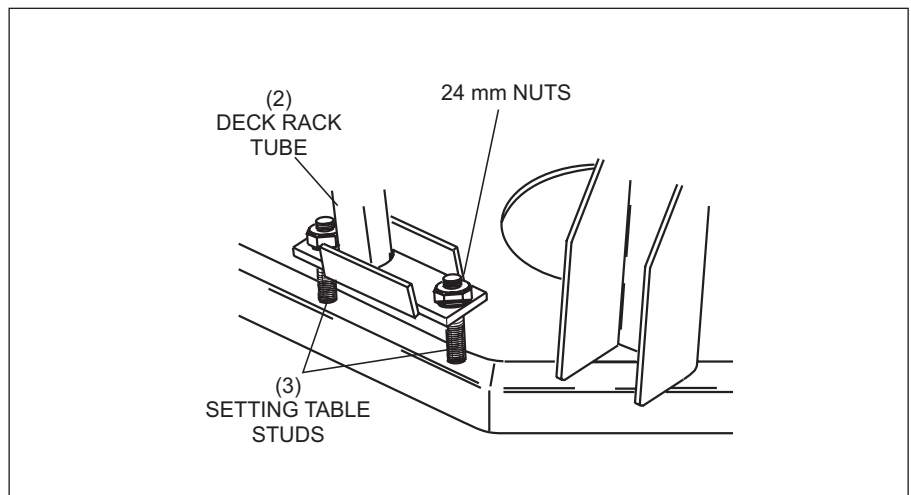

Abbildung 8-3. Entfernen des Tisches von den Zahnstangenrohren
8. Entfernen Sie die vier oberen 24-mm-Muttern, mit denen der Stelltisch an den Zahnstangenrohren befestigt ist. Siehe *Abbildung 8-3*.